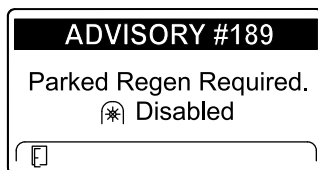

图20
- 如果在 2 个小时内未执行驻车再生，InfoCenter（信息中心）将显示 Parked Regeneration Required（需要驻车再生）——功率输出已禁用 ADVISORY #189（第 189 号提醒）（图20）。